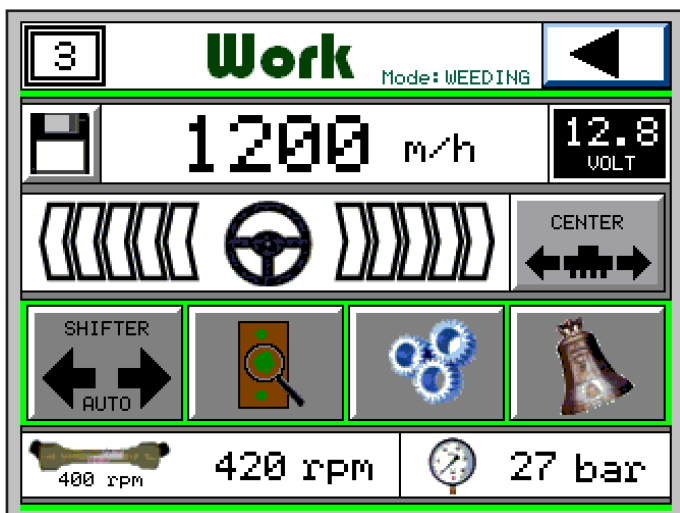

Fig. 4
Premendo (G) si torna alla pagina principale del menu lavoro (Fig. 4).
Press the (G) button to go back to the main page of the Work Menu (Fig. 4).
Poussez (G) pour retourner à la page principal du Menu de travail (Fig. 4).
Pulsando (G) se regresa a la página principal del menú de trabajo (Fig. 4).